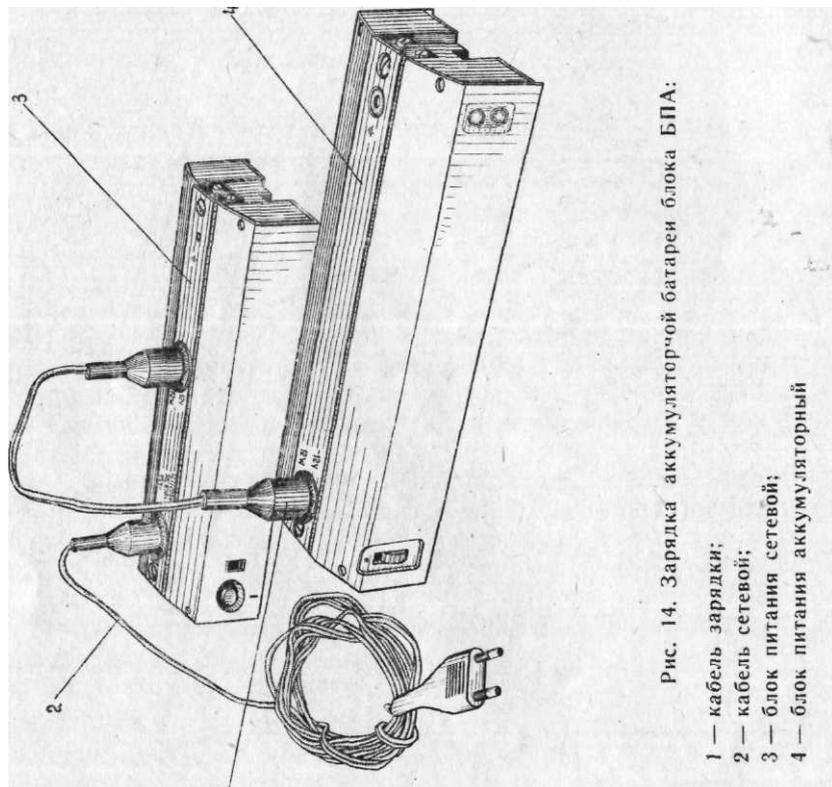

Рис. 14. Зарядка аккумуляторной батареи блока БПА:
- положите рядом блоки БПС-2 и 1БПА (рис. 14) и соедините кабелем зарядки их разъемы— $\wedge$ —12V»;